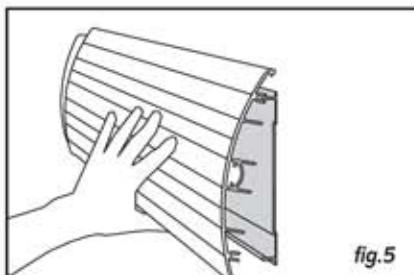
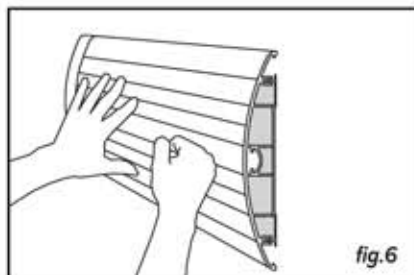

fig.5
fig.6
- Clipper enfin le profilé PVC sur les clips ou rail en donnant des coups secs sur le profilé, utiliser un maillet si nécessaire. S'assurer enfin que le profilé aluminium est correctement clippé sur tous les clips ou sur toute la longueur du rail (fig.5 et fig.6).